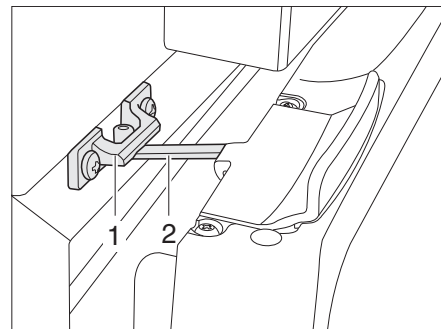

Fig. 278 Puerta del frigorífico en posición de ventilación (Thetford)
- Abrir el bloqueo (Fig. 278,2) y engatillarlo en el alojamiento del bloqueo (Fig. 278,1). De este modo, la puerta del frigorífico quedará ligeramente abierta.